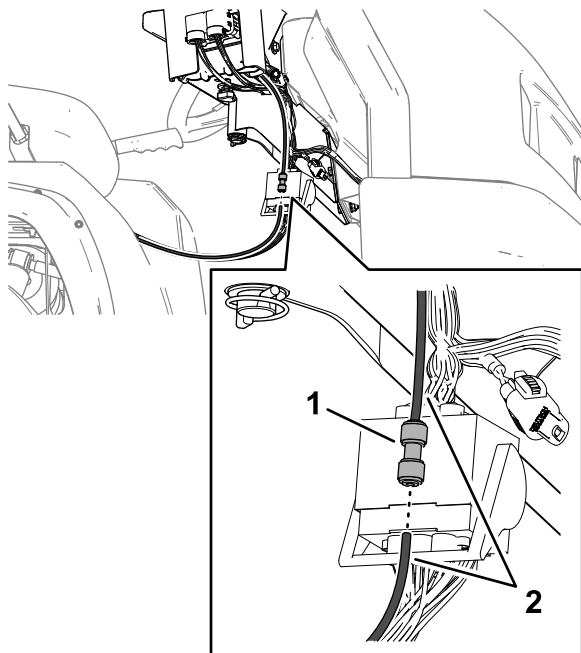

図 96
5. **図 96**のように、押し嵌めフィッティングから水圧検知チューブを外す。